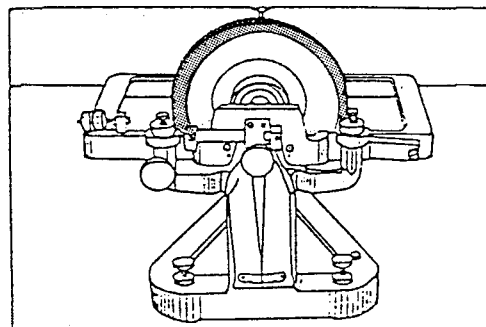

図1-16 重心が真下にくると、振針は0を指す
(4) 砥石の重心を見つけ印をつける。
① 止めピンを抜くと、スイングフレームが重い側 (左か右) に傾くので、傾いた方向に砥石を少しずつ回わして、スイングフレームが傾かなくなる所を見つける (図1-16)。